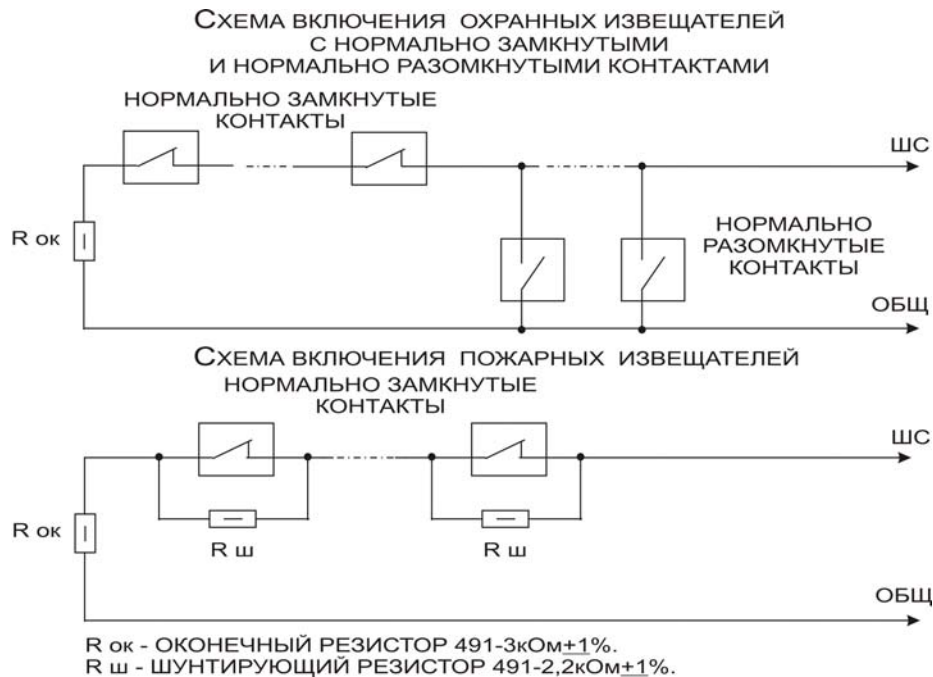

Рисунок 1 – Схеми підключення сповіщувачів.
**8.4** Підключити кінцеві, шунтувальні резистори й сповіщувачі в шлейф сигналізації згідно рис. 1.